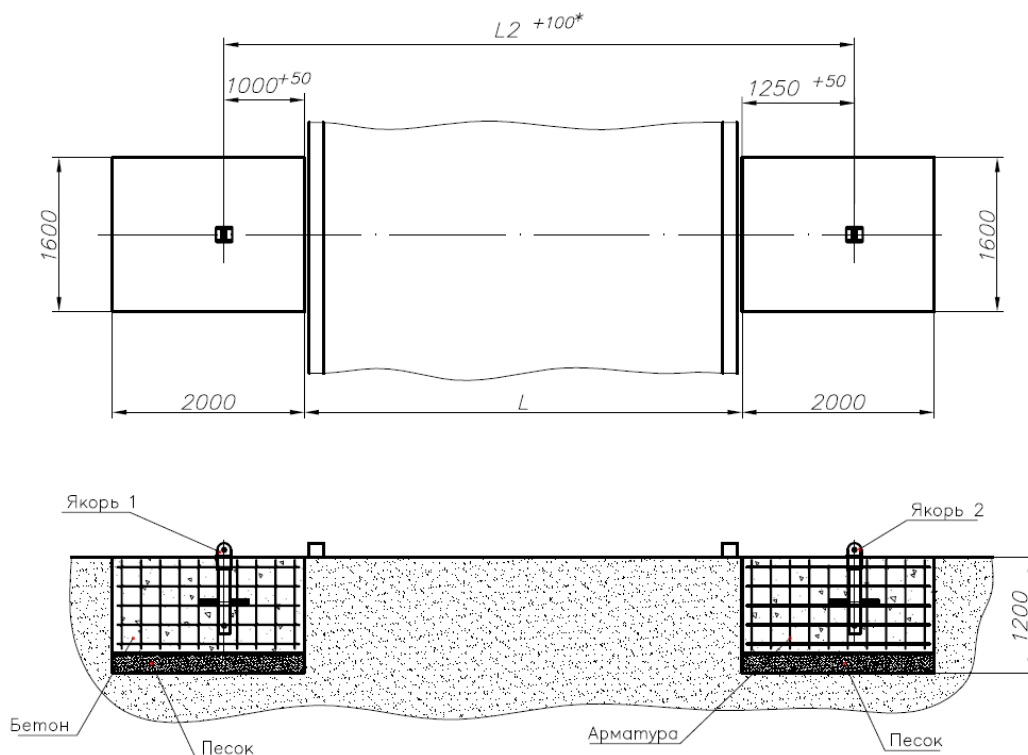

Рисунок 2
1.1.4 Установить якоря, используя дополнительные временные опоры на края котлована, выложить армирующую сетку слоями, перевязанными между собой с шагом 200 мм (5 слоев при толщине бетона 1000мм) (рис. 2). Использовать арматуру диаметром не менее 12мм общей длины 398 метров (для укладки арматуры в пять слоев).
1.1.5 Залить котлованы бетоном, обеспечив горизонтальную плоскость на уровне дорожного полотна. Использовать бетон марки М300 или более качественный. Дальнейшие работы производить после полного застывания бетона (рис. 2).